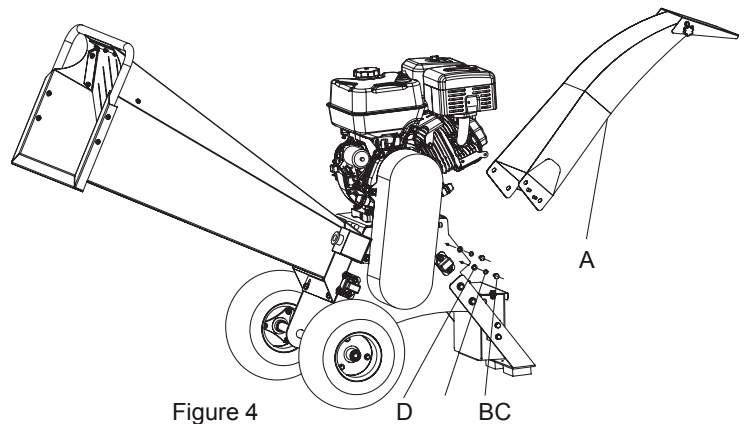

Figure 4
**ASSEMBLY SUITE****INSTALLER LA GOULOTTE DE DÉCHARGEMENT - FIG. 4**
1. Installez la goulotte d'évacuation (A) avec la base du moteur à l'aide de boulons M8x16 (B), d'une rondelle élastique (C) et d'une rondelle plate (D) pour serrer.